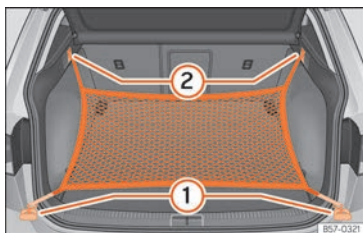

Abb. 134 Im Gepäckraum: Ösen ① und Haken ② zum Einhängen des Gepäckraumnetzes.
- Hängen Sie die kurzen Haken des Netzes in die Verzurrösen » » Abb. 134 ① » » ⚠ ein. Der Reißverschluss des Gepäckraumnetzes muss dabei nach oben zeigen.
- Befestigen Sie die Spanngurte in den Taschenhaken ②.